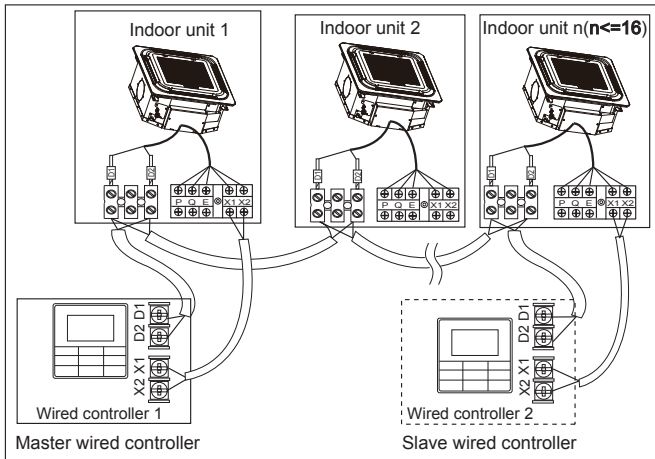

Imagen 6.8
- Use 1 mando a distancia por cable para controlar varias unidades interiores o 2 mandos a distancia por cable (uno maestro y uno esclavo) para controlar varias unidades interiores (consulte la Imagen 6.8);